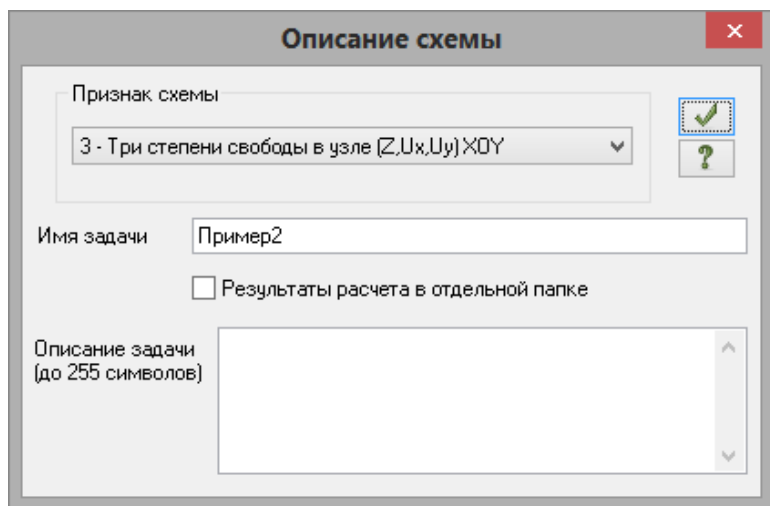

Рис.2.2. Диалоговое окно **Описание схемы**
- В появившемся диалоговом окне **Описание схемы** (рис.2.2) задайте следующие параметры: